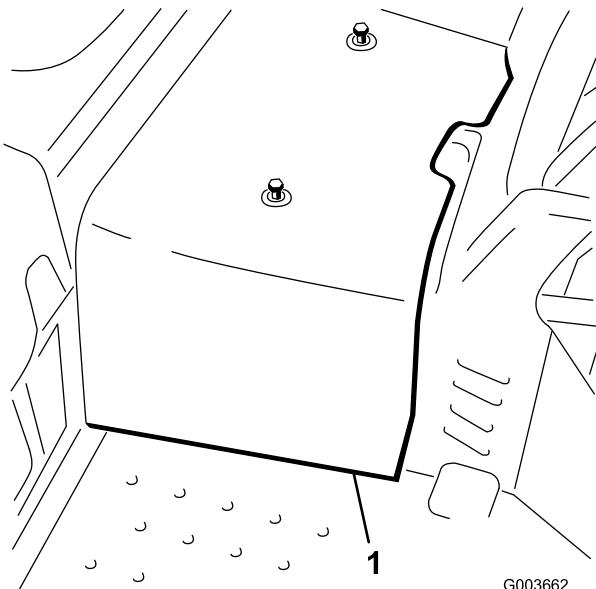

Figure 3
5. Dégarez et enlevez le carénage central du châssis (Figure 3).